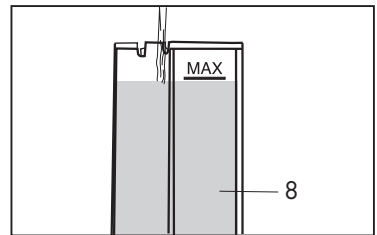

Abb. 2
- Den Behälter bis zur Markierung des maximalen Füllstands (MAX) füllen. **(Abb. 2)**